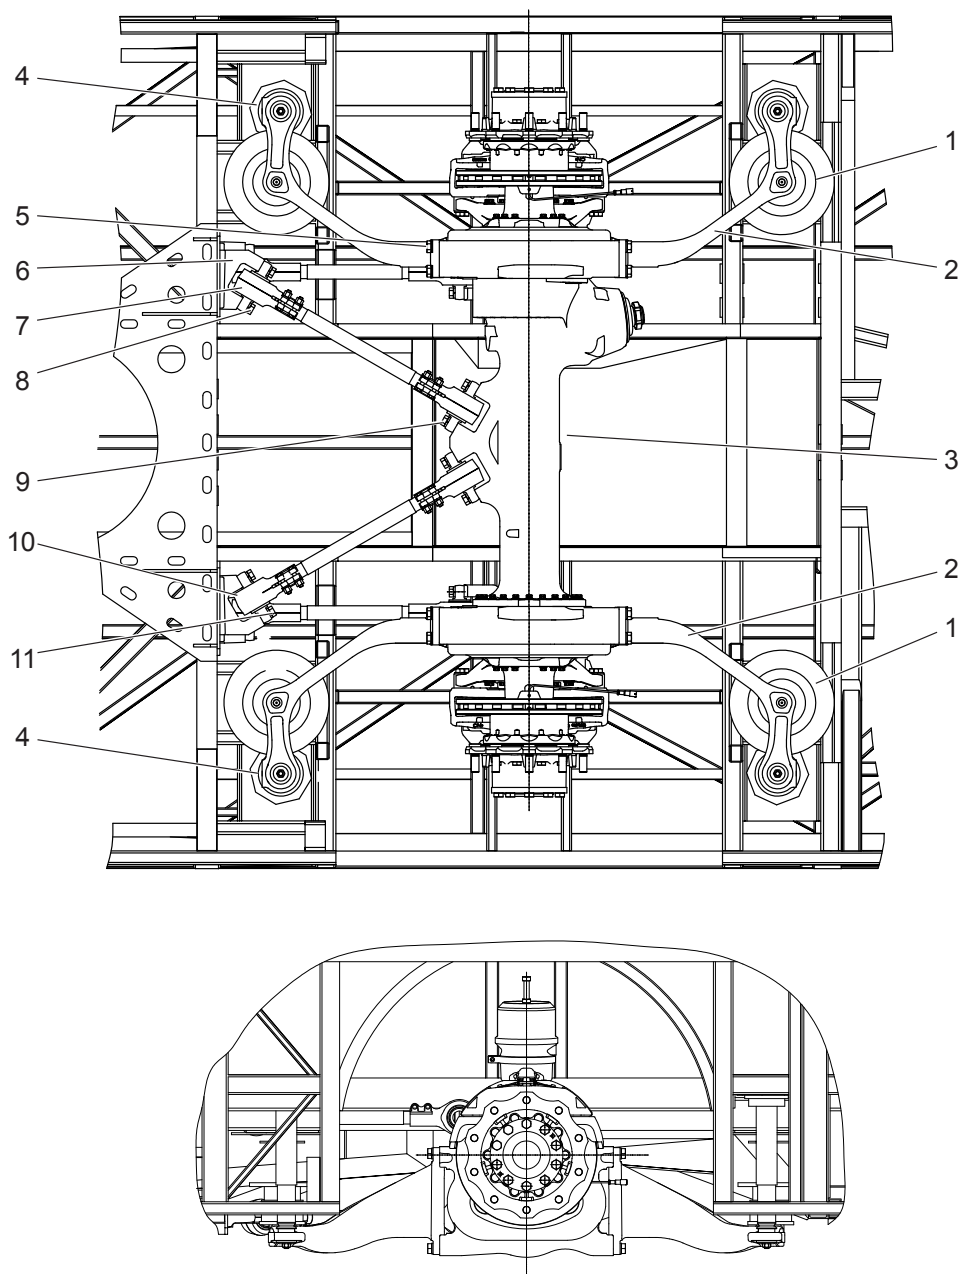
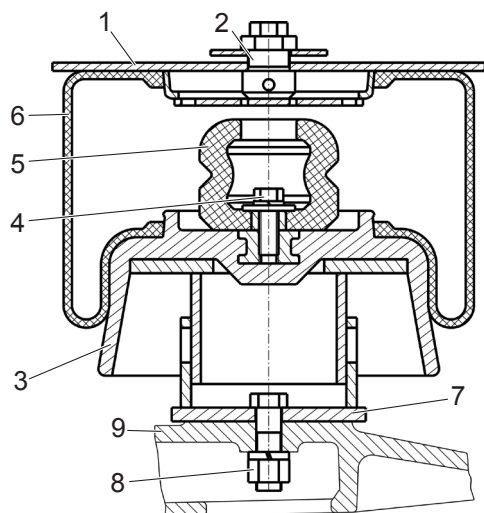

Рисунок 4.5.1 – Задняя подвеска
Рисунок 4.5.3 – Баллон пневматической
моста 17 (см. рис. 4.5.1) и очистить дренажное отверстие в балке каркаса автобуса (расположено в правой колесной арке под отверстием для трубки вентиляции катера заднего моста).
Задний мост 3 (рис. 4.5.1) шарнирно соединен с кузовом автобуса системой реактивных штанг, состоящей из двух нижних
Передача вертикальной нагрузки от веса автобуса осуществляется через четыре пневмобаллона 1 (рис. 4.5.1). Баллон пневматической подвески состоит из поршня 1 (рис. 4.5.3), фланца 5, буфера 3, резинокордной оболочки 4 и штуцера 6. Резинокордная оболочка 4 своими внутренними посадочными диаметрами одевается на конические поверхности, выполненные на поршне и фланце. Воздух подается в пневматический баллон через штуцер 6, приваренный
Поршни пневмобаллонов устанавливаются на опоры 7, закрепленные на левой и правой балках подвески 9, а фланцы крепятся на опорах пневмобаллонов (рис. 4.5.1), которые приварены к каркасу кузова автобуса.
Для гашения колебаний, возникающих при движении автобуса по неровностям дороги, в подвеске установлены четыре гидравлических амортизатора (рис. 4.5.1) двустороннего действия телескопического типа. Корпус амортизатора закреплен через резиновые подушки на балках подвески 2, а шток амортизатора – на кронштейне каркаса автобуса. Балки подвески жестко закреплены на картере ведущего моста 3.
- крепление головок реактивных штанг к кронштейнам каркаса автобуса и к заднему мосту. Момент затяжки болтов 5, 8 9, 11 (рис. 4.5.1) – 360...440 Н·м;
Установка заднего моста симметрично продольной оси автобуса производится изменением длин нижних реактивных штанг 10 (рис. 4.5.1). Допустимое отклонение от сим-